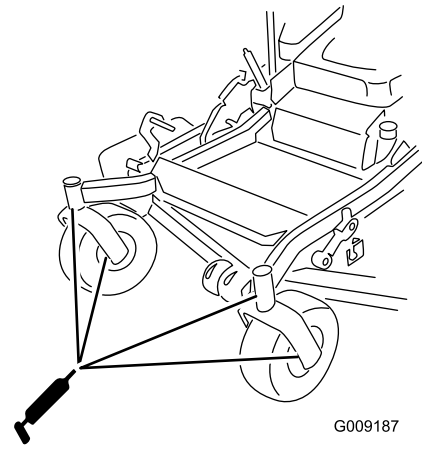

Figure 44
11. Graissez les roulements des roues pivotantes (Figure 44).
10. Remettez le bouchon hexagonal et le capuchon antipoussière en place (Figure 44).